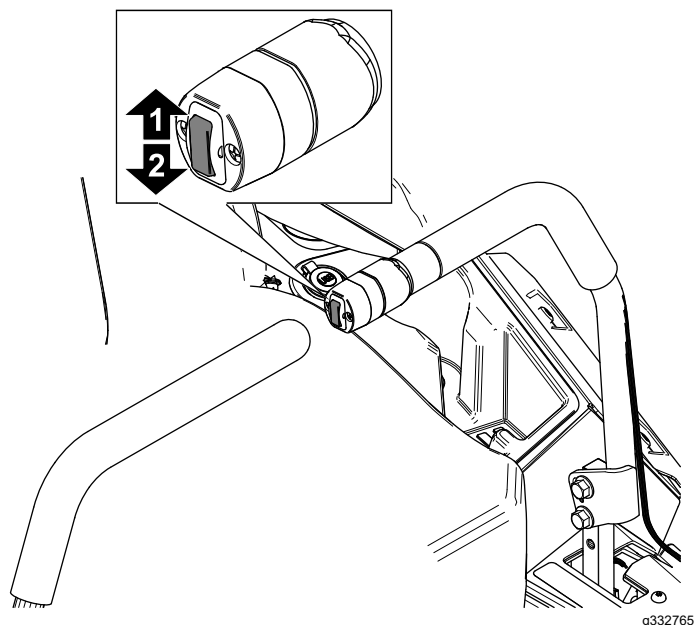

Figura 30
1. Apăsai în sus pe comutatorul pentru ridicarea punii (Figura 30).
3. Apăsai comutatorul de ridicare punte pentru a seta înălțimea de tăiere (Figura 30).